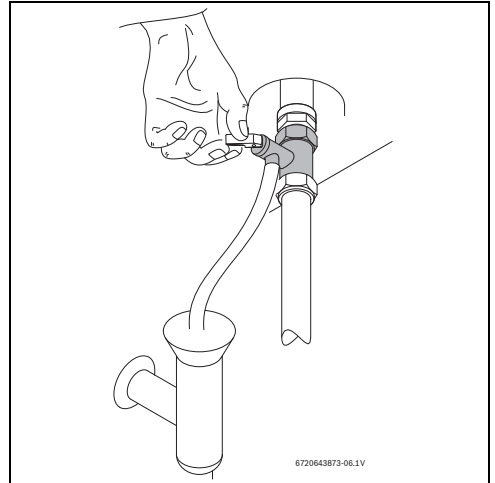

Fig. 12 Accionamiento manual de la válvula de seguridad
- Abrir la válvula de seguridad (Fig. 12).
- Activar manualmente la válvula de seguridad por lo menos una vez al mes (Fig. 12).